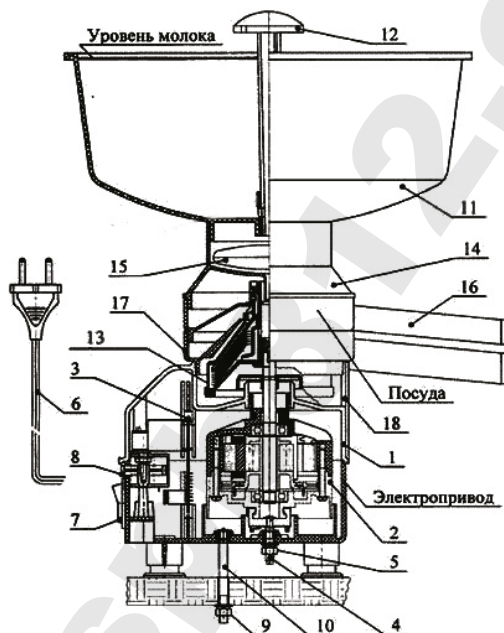
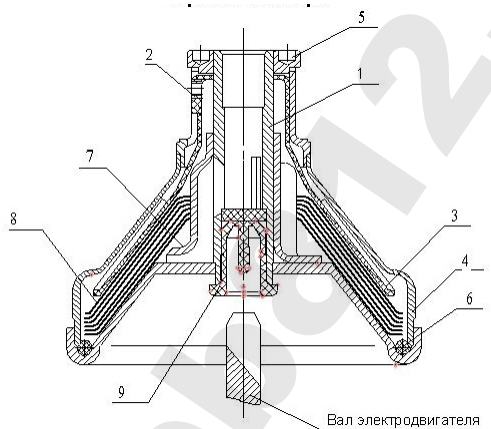

Рисунок 1 – Устройство сепаратора
Рисунок 2 - Барабан в сборе
5.2 Электропривод (рис. 1) представляет собой пластмассовый корпус 1, в котором на упругих опорах закреплен электродвигатель 2 с платой управления 3.
5.3 Посуда служит для осуществления подачи молока в барабан, вывода сливок и обрата после сепарирования. Посуда (рис.1) состоит из приёмника молока 11, крана 12, камеры поплавковой 14 с поплавком 15, приемника сливок 16, приемника обезжиренного молока (обрата) 17.
5.4 Барабан (рис.2) состоит из основания 1 с запрессованной в него втулкой 9, кольца уплотнительного 6, тарелкодержателя 7, пакета тарелок 8 (9 тарелок), тарелки разделительной 3 с регулировочным винтом 2, крышки барабана 4 и гайки 5.
6.2 Сборку барабана (рис.2) проводить в следующем порядке:
Ослабить гайку 5 (рис.1) и вращением винта регулировочного 4 установить требуемый для нормальной работы электросепаратора зазор не менее 3 мм и не более 4 мм между верхней кромкой конической части приемника сливок и центром винта регулировочного 2 (рис.2). Не нарушая положения, затянуть гайку 5 (рис.1). Затем установить камеру поплавковую 14 с поплавком 15, молокоприемник 11 с кран-ключом 12.
- вращением винта регулировочного 2 (рис.2). При ввертывании винта жирность сливок увеличивается, при вывертывании – уменьшается;
При пониженной жирности молока для увеличения жирности сливок рекомендуется уменьшить подачу молока краном 12 (рис.1).